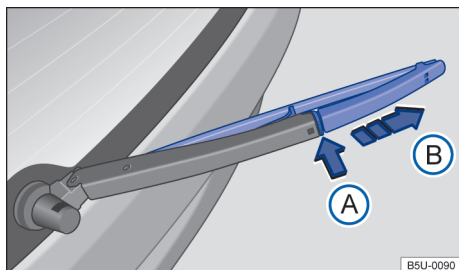

Fig. 127 Substituir a palheta do limpador do vidro traseiro.
- Manter o botão de destravamento → Fig. 127 ❶ pressionado.
- Retirar a palheta do limpador do vidro traseiro no sentido da seta ❷.